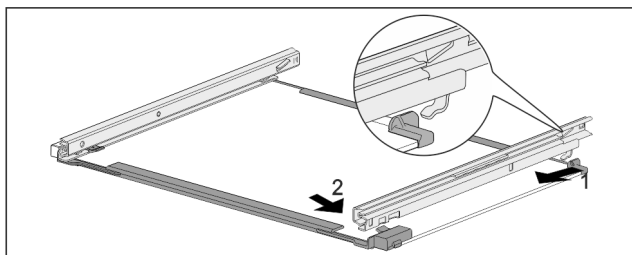

Fig. 160 Glasplatte mit Schienen
- ▶ Schiene hinten einhaken. Fig. 160 (1)
- ▶ Schiene vorne einrasten. Fig. 160 (2)